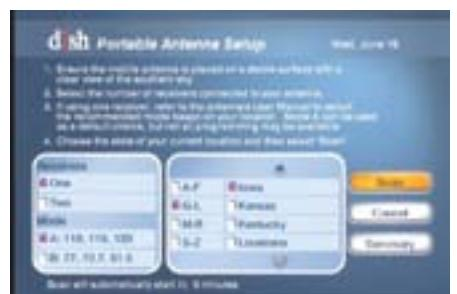

Figura 2B
- 5 Despues de reiniciar, la pantalla de Instalación móvil se debe completar de nuevo. Despues de la actualización, independientemente de la fecha de fabricación del receptor, la pantalla de Instalación móvil será como en la figura 2B. Seleccione el número de receptores (uno o dos), el arco (Si se ha seleccionado un receptor), y el estado en que se encuentra actualmente, y presione en "Scan (Buscar)" para iniciar la búsqueda de rutina.